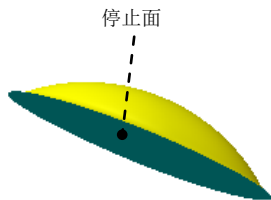

图 15.4.9 成形工具 5
Step6. 创建图 15.4.9 所示的零件特征——成形工具 5。
(1) 选择命令。选择下拉菜单 **插入(I)** → **钣金(B)** →  **成形工具** 命令。